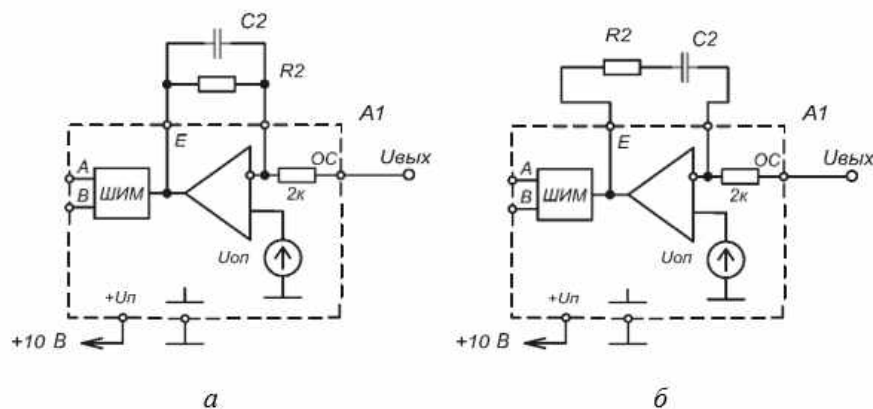

Рис. 5.2
3.5. Установите последовательно с резистором $R2=10\text{кОм}$, конденсатор $C2=0.5\text{мкФ}$. Снимите зависимость $U_{\text{н}} = f(U_{\text{вх}})$. (см. рис.5.2б)
3.6. Уберите последовательный конденсатор $C2$ и включите его параллельно резистору $R2$. Снимите осциллограммы i_L и $U_{\text{н}}$ (осциллограмму тока дросселя снять качественно, по огибающим линиям). (см. рис.5.2а)